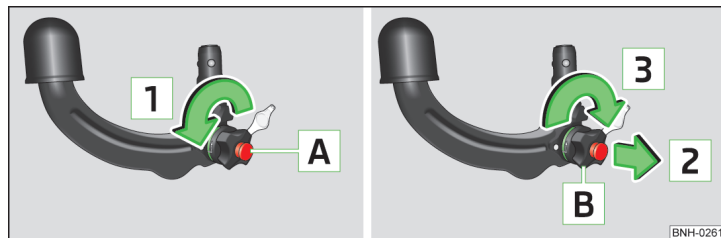

Fig. 101 Ajustar la posición de reserva
- Girar la llave **A** en el sentido de la flecha **1** hasta el tope » fig. 101.